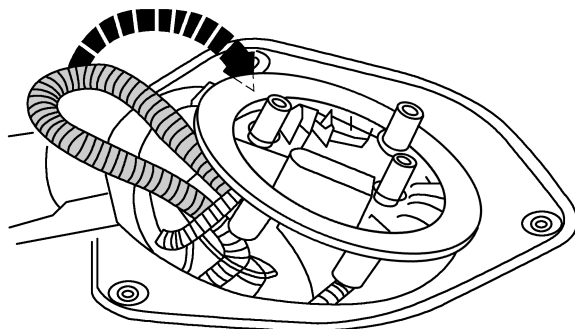

图 1-4-28 将燃油供油管路以顺时针
(5) 如图 1-4-28 所示, 将燃油供油管路以顺时针方向推到密封法兰下, 即离开燃油存量传感器 G 的移动范围。